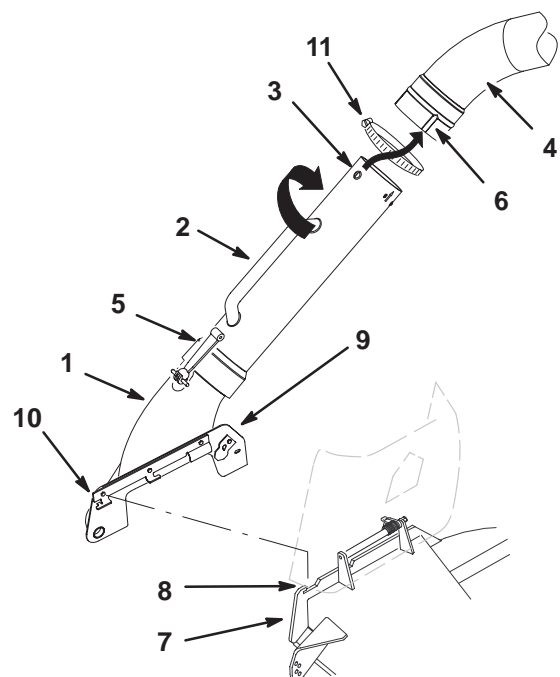

Bild 25
5. Setzen Sie den vorderen Haken der Manschette in den vorderen Schlitz an der Befestigungshalterung (Bild 25).
6. Platzieren Sie den hinteren Haken über die Rückseite der Befestigungshalterung (Bild 25).
7. Setzen Sie das obere Rohr in den Graskollektor ein (Bild 25).
8. Schieben Sie die Klemme auf das mittlere Rohr (Bild 25).
9. Richten Sie das Einstellrad am mittleren Rohr mit der Kerbe im oberen Rohr aus. Schieben Sie das mittlere Rohr in das obere Rohr und drehen Sie das mittlere Rohr um 60 Grad (Bild 25).
10. Ziehen Sie die Klemme um die obere und mittlere Rohrverbindung fest (Bild 25).
11. Schieben Sie das mittlere Rohr auf die Manschette und verriegeln Sie sie (Bild 25).
3. Klinken Sie das mittlere Rohr von der Manschette aus und schieben Sie es zur Seite (Bild 25).
4. Nehmen Sie die Rohre vom Graskollektor ab (Bild 25).
5. Nehmen Sie die Manschette von der Befestigungshalterung ab (Bild 25).